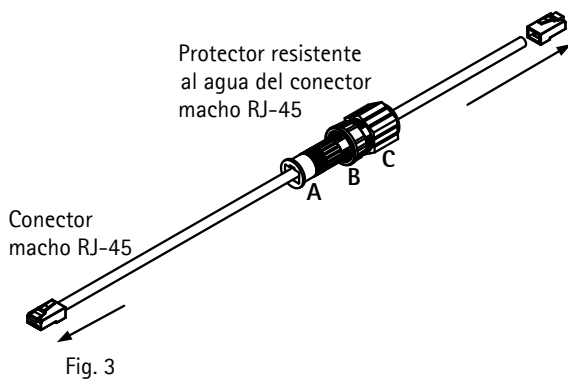

Fig. 3
1. Inserte el protector resistente al agua del conector macho (A, B y C) en el cable de Ethernet. Consulte la Fig. 3.
3. Inserte el taco (A) en el conector macho RJ-45, conectado a DATA IN (entrada de datos). Consulte la Fig. 3.
4. Inserte el alojamiento (B) en el taco y atornille (apriete únicamente a mano). Consulte la Fig. 3.
5. Inserte la cubierta (C) en el conector y atornille (apriete únicamente a mano). Consulte la Fig. 3.